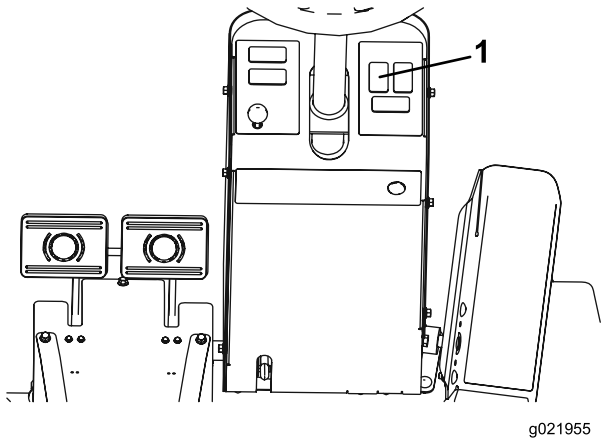

Figura 2
2. Desde debajo del salpicadero de la columna de dirección, presione sobre el tapón para sacarlo del hueco, según se muestra en Figura 2.